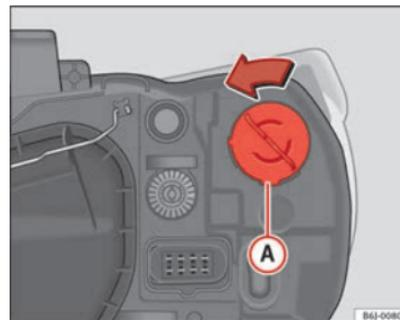

Fig. 146 Clignotant de projecteur simple
- – Tournez la douille d'ampoule ⇒ fig. 146 **A** vers la gauche puis tirez.